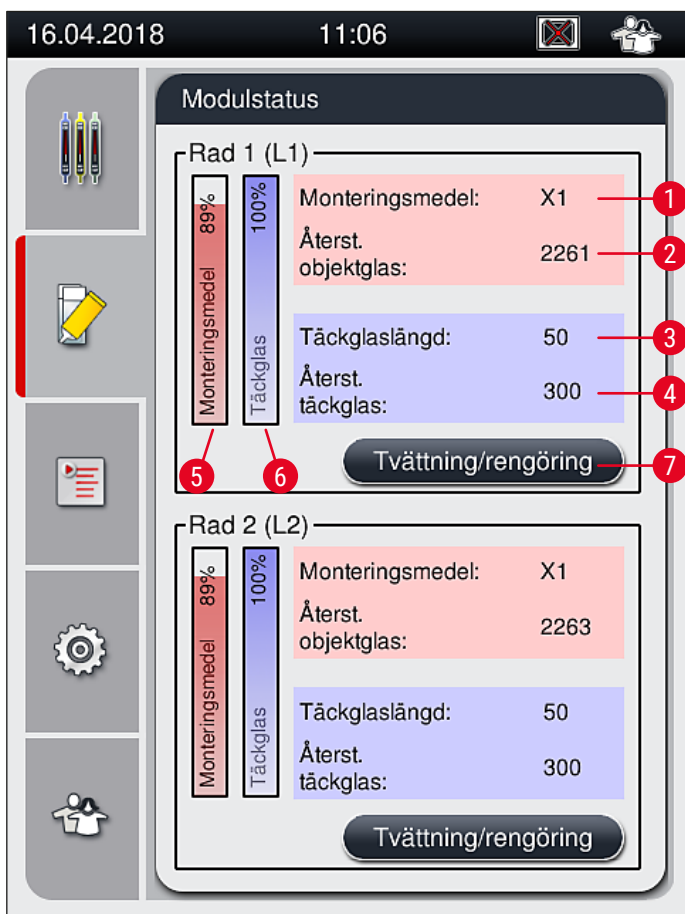

Bild 49
- Menyn **Modulstatus** (→ Bild 49) ger användaren av HistoCore SPECTRA CV en översikt av vilka förbrukningsartiklar som används (monteringsmedel (→ Bild 49-1) och täckglas (→ Bild 49-3)) och deras aktuella fyllnadsnivå (→ Bild 49-5) (→ Bild 49-6) och återstående mängd (→ Bild 49-2) (→ Bild 49-4) för båda täckglasappliceringsraderna.